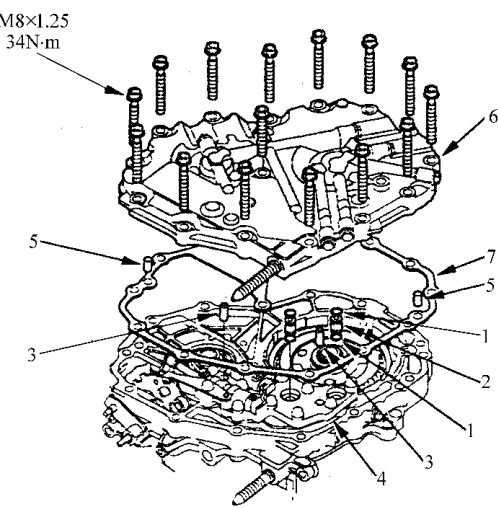

图 5-132 安装 ATF 管
27) 如图 5-132 所示,将新的 O 形密封圈安装到 109mm 的 ATF 管上,然后将 ATF 管安装到手动阀体上。